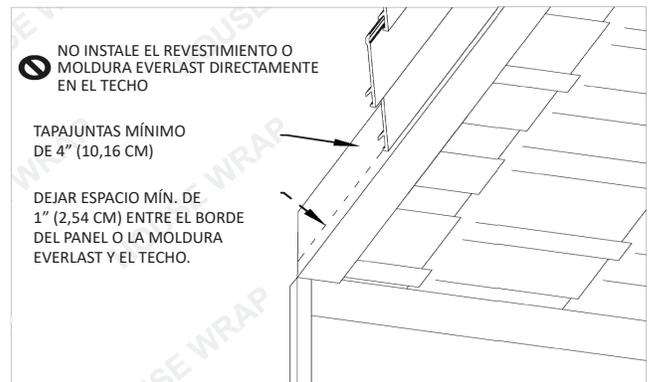

Figura 1
- Al instalar paneles y molduras Everlast a lo largo de las líneas del techo, Everlast recomienda siempre planificar un espacio mínimo de 1" (2,54 cm) entre el techo y el primer tramo de Everlast (Figura 1).